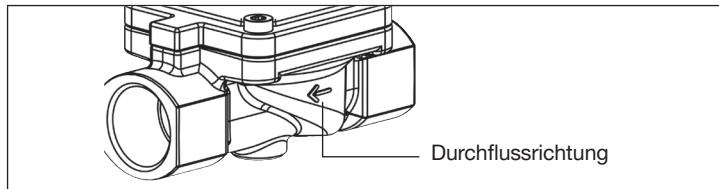

Bild 5: Kennzeichnung der Durchflussrichtung
- Durchflussrichtung beachten (siehe „Bild 5“).